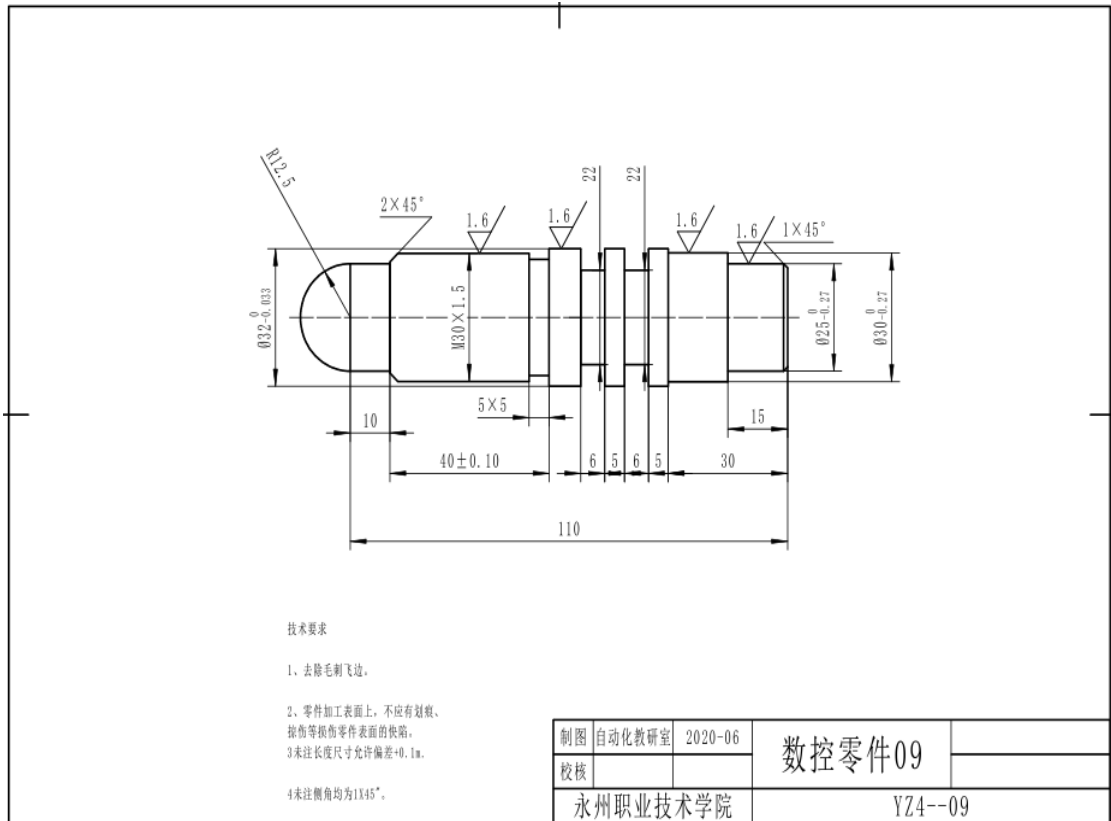

图 4-9 数控车零件 09
**任务 1:** 要求学生能按照相应的生产流程和作业标准完成图 4-9 零件的工艺编制, 并满足零件图的质量要求, 能正确填写相关工艺文件。
**任务 2:** 要求学生按照相应的生产流程和作业标准完成图 4-9 零件的加工, 并满足零件图的质量要求。毛坯尺寸:  $\phi 35 \times 124$  (单位 mm), 材料: 2A12 棒材。